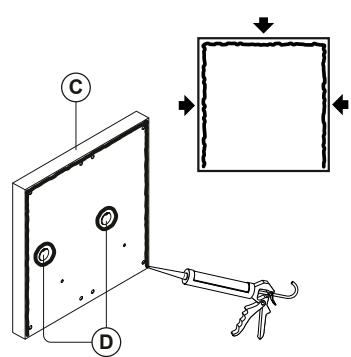

fig. 3
**⚠ In order to prevent water ingress we highly recommend using a silicon sealant between the wall and the back box **C** ON THE LEFT, TOP AND RIGHT SIDES ONLY AND AROUND ALL HOLES **D**. DON'T USE SILICON SEALANT ON THE BOTTOM SIDE OF THE BACK BOX (Fig.3);**
⚠ NON APPORRE IL SILICONE SUL LATO INFERIORE DELLA SCATOLA DA SUPERFICIE (Fig.3);**
**⚠ Afin de prévenir l'infiltration d'eau, nous recommandons vivement l'utilisation d'un joint d'étanchéité en silicone entre le mur et le boîtier arrière (C) SUR LES CÔTÉS GAUCHE, SUPÉRIEUR ET DROIT UNIQUEMENT ET À L'INTÉRIEUR DE TOUS LES TROUS (D). NE PAS UTILISER DE SCELLANT SILICONE SUR LE CÔTÉ INFÉRIEUR DE LA PLAQUE (Fig. 3) ;**